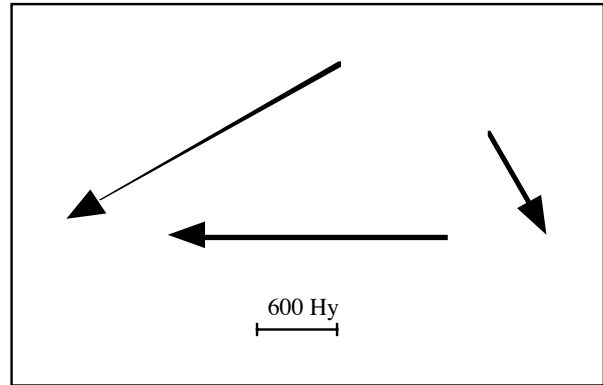

Fig. 6.4. Per l'esercizio 3
3. Come sono modulo e direzione delle quantità di moto rappresentate dalle frecce in fig. 6.4?